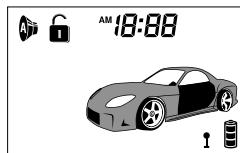

рис.6
- c) Тревога вызвана срабатыванием основных зон: двери, капот, багажник, зажигание. Сирена будет работать одновременно со вспышками указателей поворотов 30 сек. LCD дисплей отобразит сработавший триггер, например дверь, как на рис.6